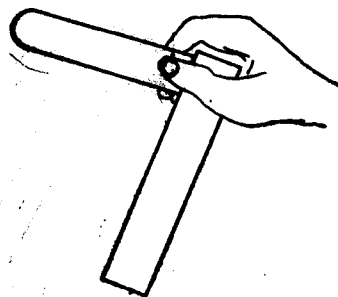

图 1-2
2) 手握塞尺片的后端，取塞尺片平面与间隙面平行，轻缓插入间隙中，如图1-2